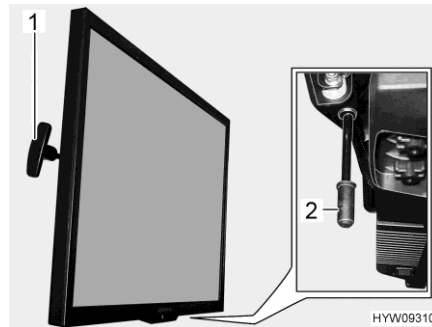

Fig. 103 Écran plat
- Tirer la poignée (Fig. 103,1) et la maintenir tirée. L'écran plat est déverrouillé.
- Tirer la poignée (Fig. 103,2) vers le bas et le maintenir ainsi. L'écran plat est déverrouillé.